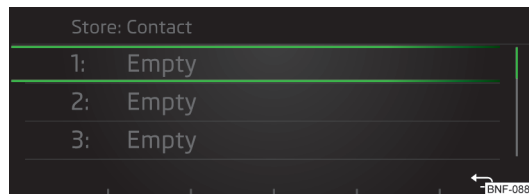

Fig. 111
► Selecionar o local para o armazenamento dos favoritos » Fig. 111.